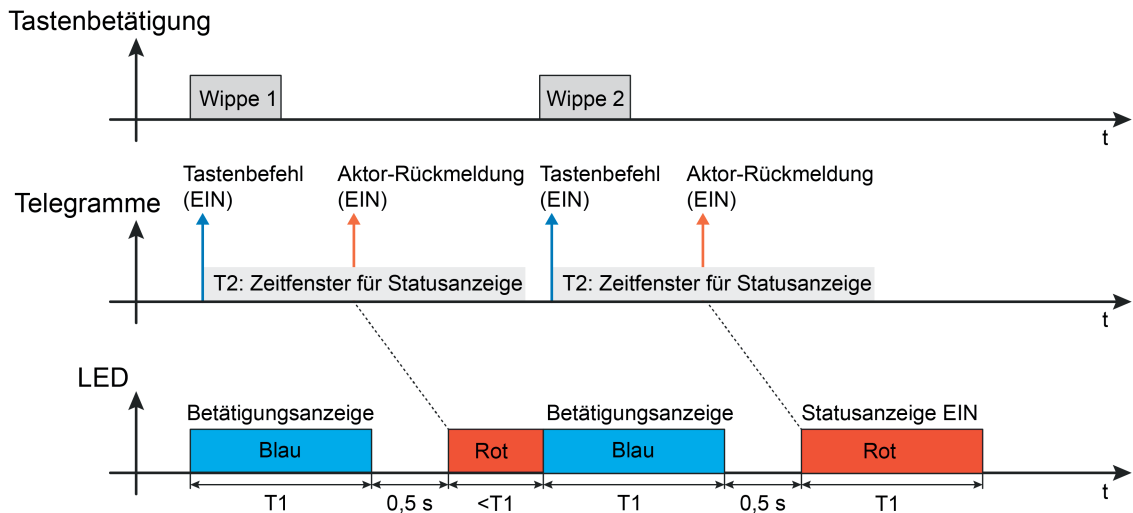

Bild 10: Beispiel einer 2-stufigen Betätigungs- und Statusanzeige Unterbrechung der Anzeigefunktion durch neue Tastenbetätigung
- i** Bei der Funktion "Schalten" kann das Bedienkonzept auf "Wippenfunktion" oder alternativ auf "Tastenfunktion" konfiguriert werden. Bei einer Tastenfunktion wird unterschieden, ob die Bedienfläche auf zwei separate und funktional unabhängige Tasten aufgeteilt wird (Zweiflächenbedienung, z. B. zwei Aktorkanäle ansteuern), oder ob eine Bedienfläche nur als eine große Taste arbeitet (Einflächenbedienung, nur einen Aktorkanal ansteuern). Bei der Zweiflächenbedienung kann jede Bedienfläche zwei Status-Objekte besitzen (Taste oben, Taste unten). Hierdurch können unterschiedliche Aktor-Rückmeldungen signalisiert werden. Es ist jedoch zu beachten, dass beide Status-Objekte dieselbe Status-LED ansteuern. Die Anzeigefunktionen der beiden Tasten einer Bedienfläche übersteuern sich jedoch nicht. Ein neuer Tastendruck unterbricht immer eine ausgeführte Anzeigefunktion sofort (Bild 10).
Statusfunktionen der Bedienwippen steuern stets nur die LED der betroffenen Wippe an. Ein neuer Tastendruck derselben (zuletzt gedrückten) Taste der Wippe oder einer beliebigen anderen Taste unterbricht zu jeder Zeit eine ausgeführte Anzeigefunktion sofort (Bild 10). Der Abbruch kann auch erfolgen, wenn zur gestarteten Anzeigefunktion noch kein Status signalisiert wurde.